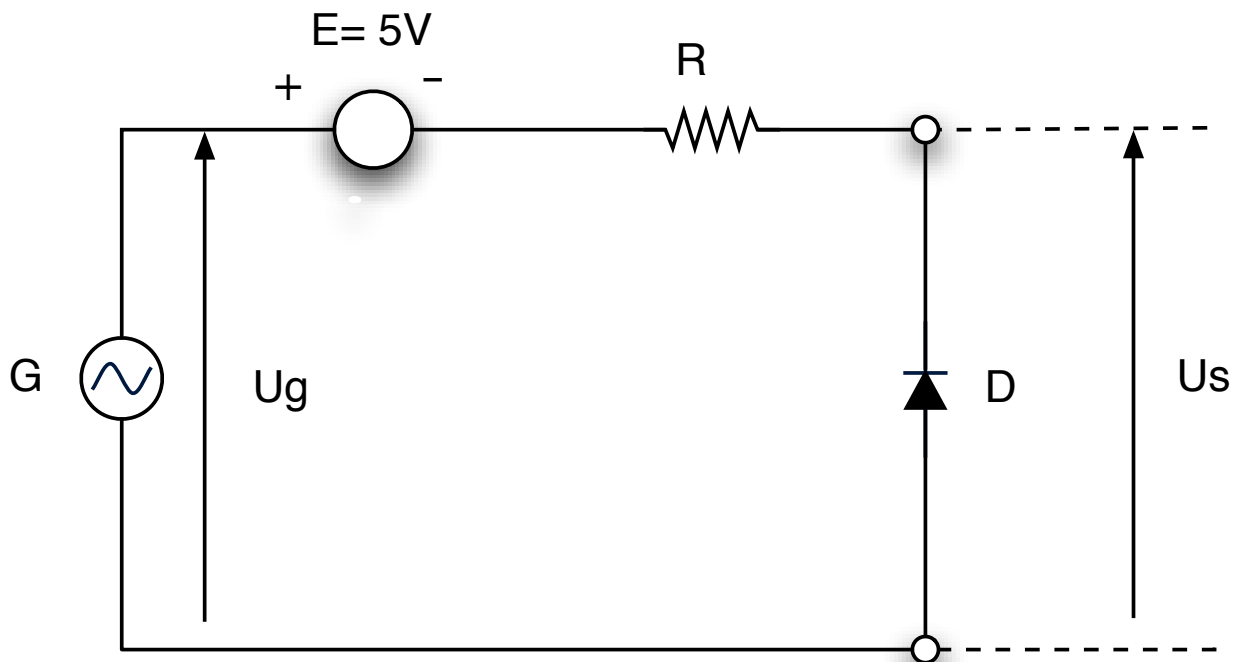

Fig. 22
- 1- Circuit de la figure 22 réalisé. La valeur de la résistance sera celle calculée à l'étape 2 de l'expérience n°8, soit 430Ω